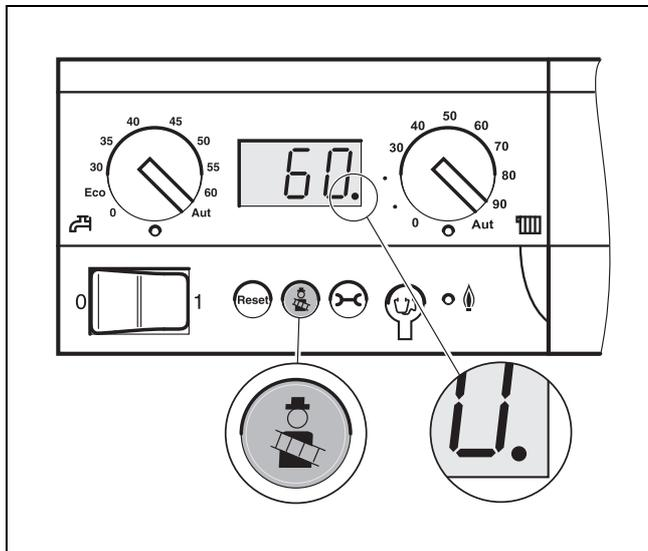

Bild 18 Basiscontroller Logamatic BC10
- ▶ Abgastest am Basiscontroller Logamatic BC10 aufrufen, hierzu Taste „Abgastest“ solange drücken, bis der Dezimalpunkt in der Statusanzeige erscheint (→ Bild 18). Der Brenner startet.